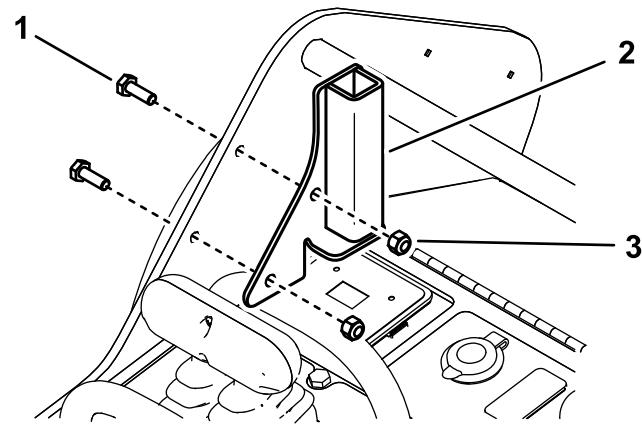

Bild 7
3. Befestigen Sie den linken Scheibenbügel mit zwei Schrauben (1/4" x 3/4") und zwei Sicherungsmuttern (1/4") am linken Rahmen, wie in Bild 7 abgebildet.
4. Befestigen Sie den rechten Scheibenbügel mit zwei Schrauben (1/4" x 3/4") und zwei Sicherungsmuttern (1/4") am rechten Rahmen, wie in Bild 7 abgebildet.